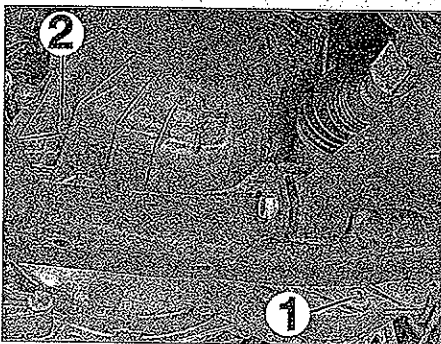

FIG. 9
- Desmontar el tapón de vaciado (1) (fig. 9).